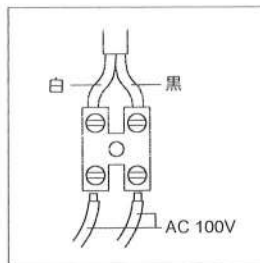

図 8
- 配線は端子の中に電線を差し込み、ネジで止めてください。(図8参照)